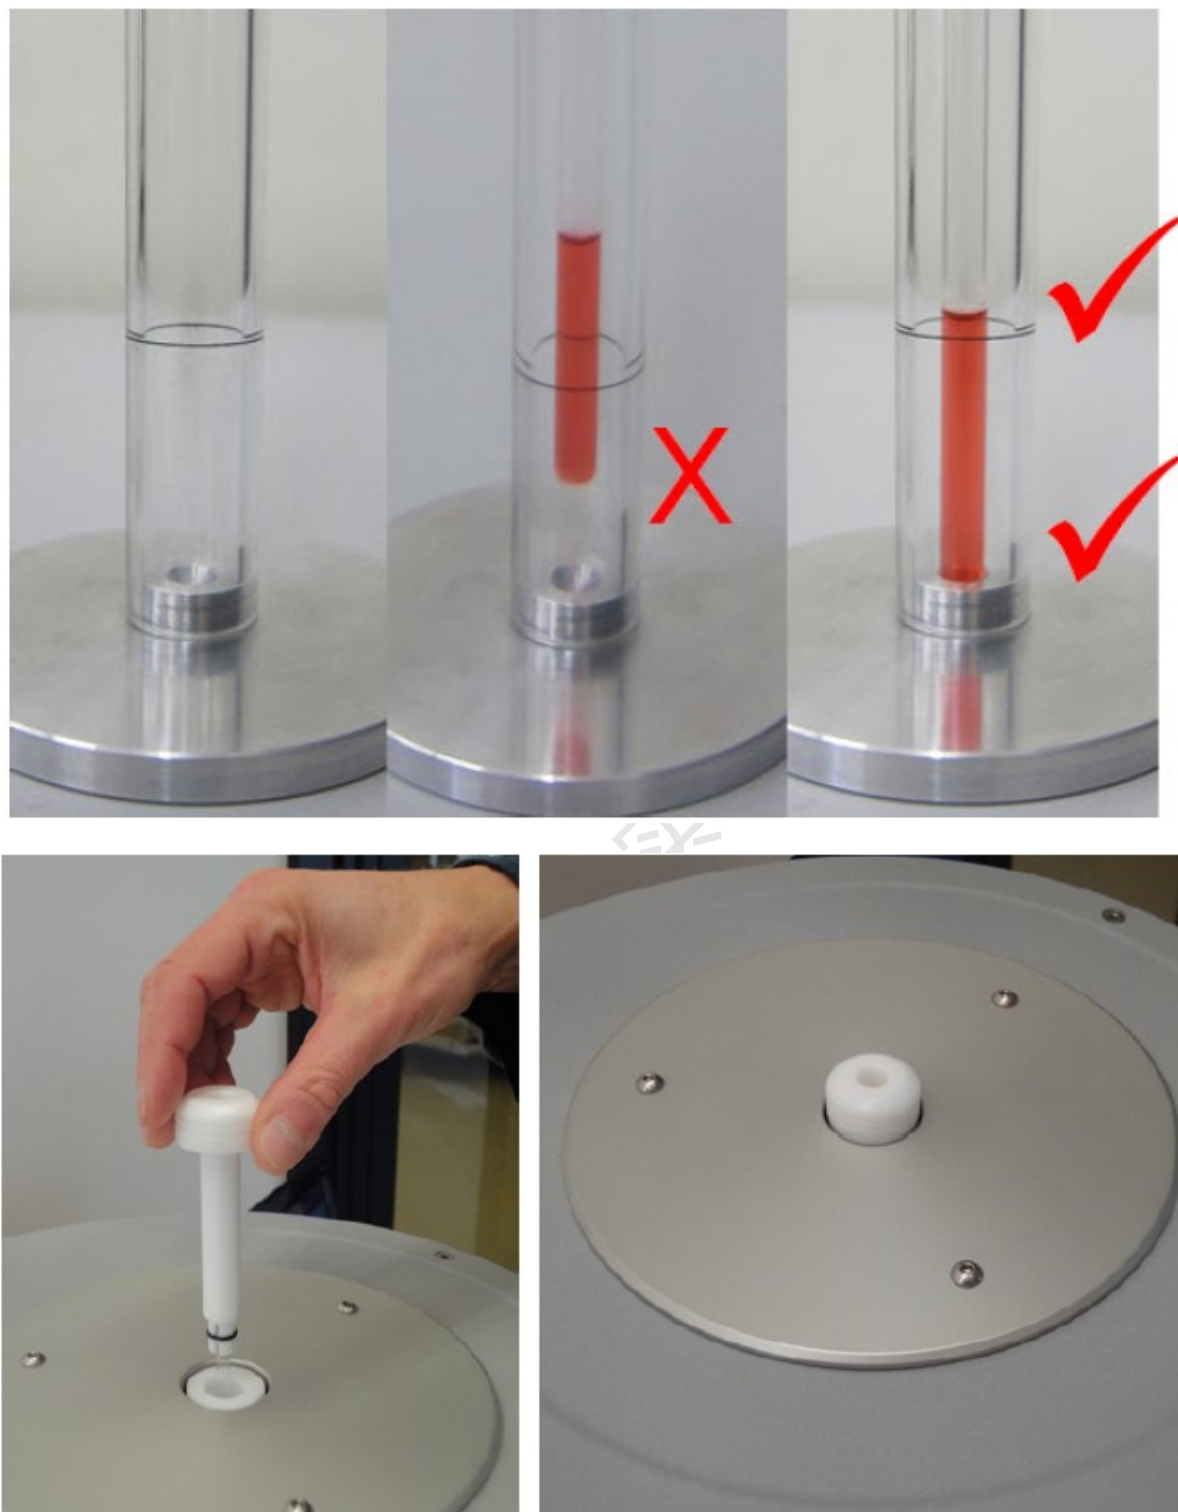

图 6-6
每天早晨第一次使用前, 建议首先进行匀场操作 (POWERSHIM)。匀场后测试其他样品时不需要再匀场。将匀场样品(5% H_2O + 95% D_2O) 插入转子 (Sample Holder), 使用量规卡好高度, 擦拭干净核磁管外壁, 然后垂直放进仪器 (图 6-6)。
- (a) 将匀场样品取出，放入待测样品（其操作步骤参见图 6-6）。